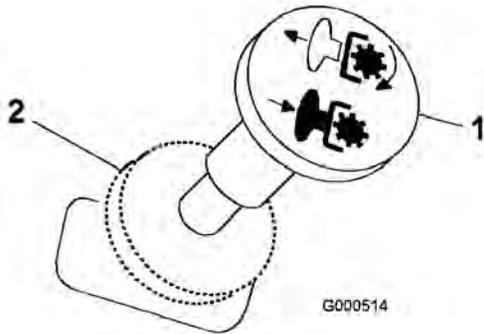

Figura 8
- Desengrane las cuchillas moviendo el mando de control de las cuchillas a Desengranado (Figura 8).